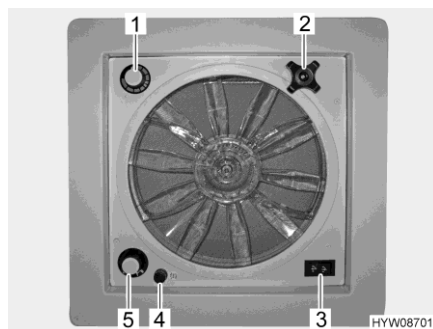

Fig. 74 Claraboya con ventilador
- ▷ Un fusible de 4 A (Fig. 74,4) protege al motor del ventilador de sobrecarga. Si ha ocurrido una sobrecarga: Determinar y remediar primero la causa (p. ej. obstrucción del ventilador) y sustituir el fusible apenas después.
- Girar el tirador giratorio (Fig. 74,2) hasta alcanzar el ángulo de apertura deseado.
- Ajustar el interruptor oscilante (Fig. 74,3) en "Ventilación" (corriente de aire del exterior al interior) o en "Purga de aire" (corriente de aire del interior al exterior).
- Ajustar el interruptor oscilante (Fig. 74,3) en la posición central.
- Ajustar el interruptor giratorio (Fig. 74,5) en el nivel deseado:
- Girar el termostato (Fig. 74,1) hasta el tope en sentido "azul".
- Girar el capuchón negro (Fig. 74,4) un cuarto de vuelta en sentido contrario a las agujas del reloj.